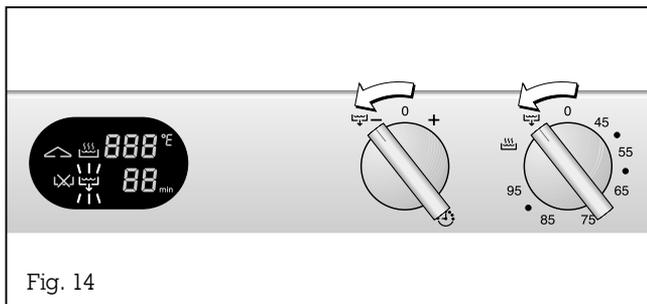

Fig. 14
- Girate la manopola di comando "Contaminuti" verso sinistra; portatela e mantenetela impegnata in questa posizione (Fig. 14).